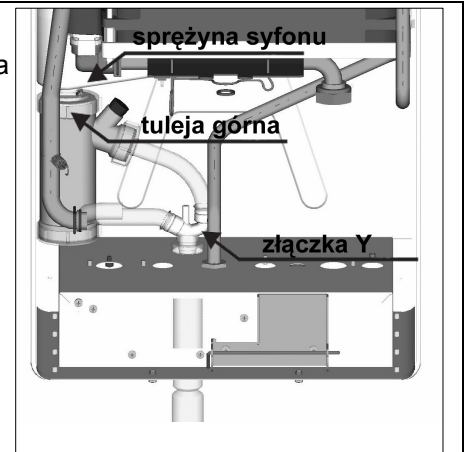

Рис. 32.
- 2) отключить рифлённую трубу выхода конденсата соединения «Y» (Рис. 32)